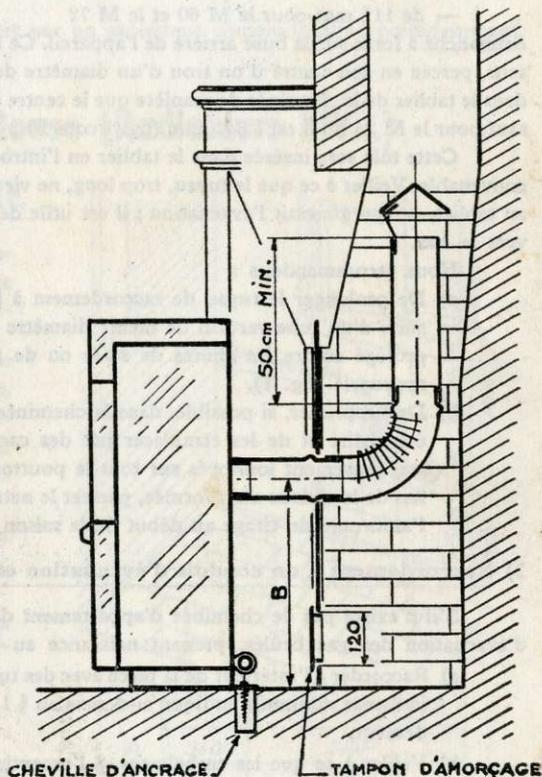

Fig. 1
emmanché à force sur la buse arrière de l'appareil. Ce tuyau passera au travers d'une tôle de 10/10 d'épaisseur, percée en son centre d'un trou d'un diamètre de 2 mm supérieur à celui du tube à passer, disposé dans le tablier de la cheminée de manière que le centre du trou soit à 410 mm du sol pour tous les appareils sauf pour le M 24 où il est à 385 mm (fig. 1 cote B).
- a) De prolonger le tuyau de raccordement à l'intérieur de la cheminée par un coude d'équerre, suivi d'un tube vertical de même diamètre de 0,50 m à 0,75 m de longueur, avantageusement protégé contre les chutes de suies ou de plâtras, qui pourraient l'obstruer, par un chapeau approprié (fig. 1).